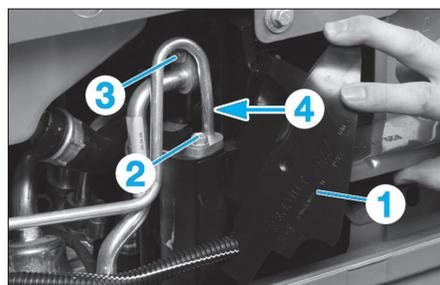
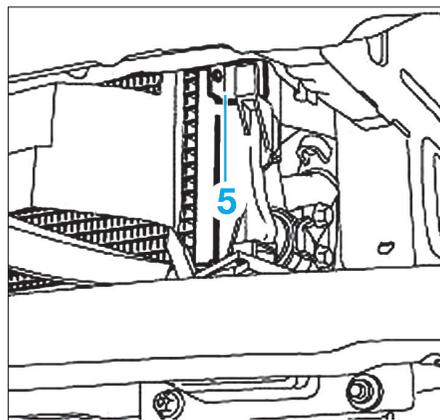

Fig. 10
Fig. 11
- Écarter le déflecteur d'air (1) (Fig.10).
- Déposer les vis (2) et (3) puis écarter les tuyaux.
- déposer les vis (4),
- dégrafer les pattes de maintien (5) du condenseur (Fig.11).